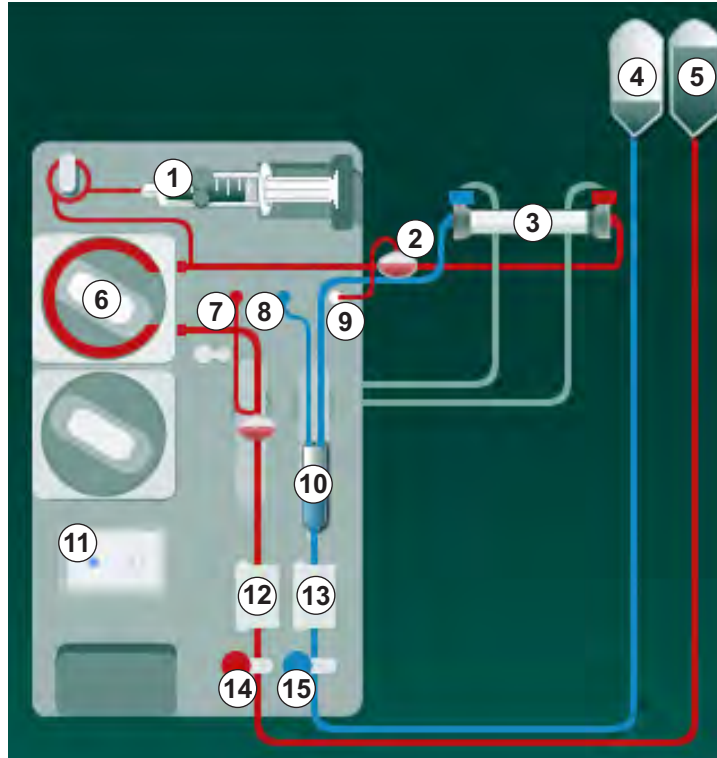

Рис. 5-8 Вставка системы кровопроводящих магистралей для заполнения от мешка к мешку
2. Возьмите муфты диализатора с моста промывки и присоедините к диализатору (Рис. 5-8 Вставка системы кровопроводящих магистралей для заполнения от мешка к мешку (104), ③), когда аппарат выдаст соответствующее указание. Соблюдайте цветовую маркировку: